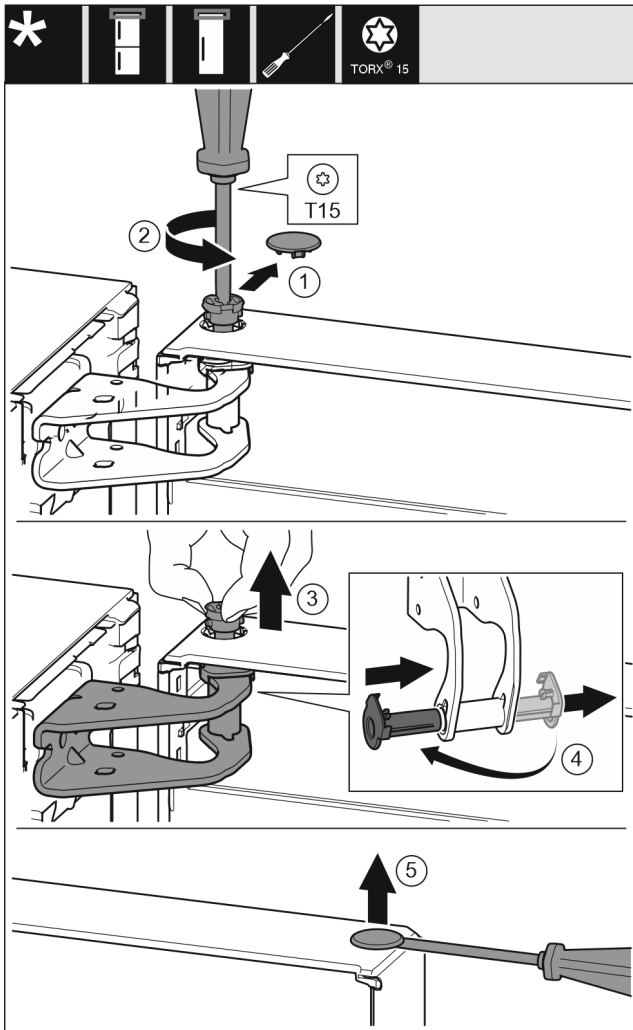

Fig. 7
- ▶ Træk forsigtigt sikringsafdækningen af. Fig. 7 (1)
- ▶ Skru bolten lidt ud med en skruetrækker T15. Fig. 7 (2)
- ▶ Hold fast i døren, og træk bolten ud med fingrene. Fig. 7 (3)
- ▶ Træk lejbøsningen ud af føringen. Sæt den i fra den anden side, og lad den gå i indgreb. Fig. 7 (4)
- ▶ Løft forsigtigt propperne ud af lågens lejbøsning med en kærvskrue, og træk dem ud. Fig. 7 (5)